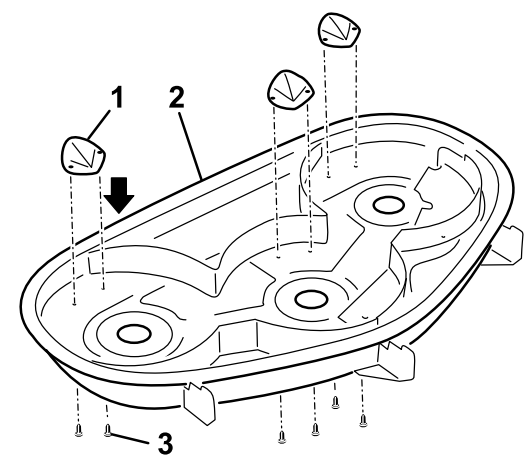

Figure 6
1. Alignez les trois kickers en plaçant les trous vers le haut du plateau de coupe (Figure 6). Le long côté incliné des kickers doit être tourné vers l'intérieur.
3. Fixez les kickers au plateau avec six vis cruciformes (N° 8 x 5/8"). Les vis traversent le haut de la tondeuse et pénètrent dans le déflecteur (Figure 6).